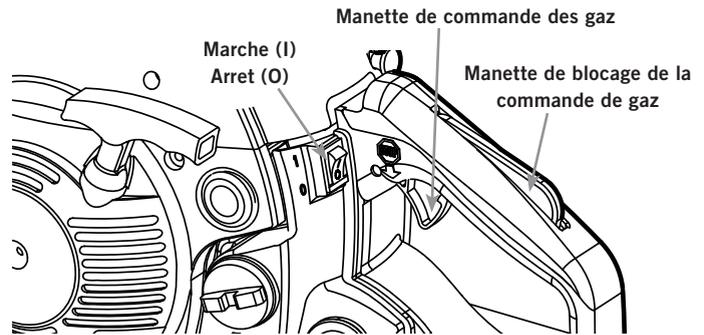

Fig. 3
5. Mettez l'interrupteur Marche/Arrêt en position Marche (Fig. 3).
8. Ne touchez pas à la manette des gaz (Fig. 3). Mettez l'appareil sur une surface plane et à niveau. Enlevez de la zone tous les objets susceptibles d'entrer en contact avec la chaîne.
NE TOUCHEZ PAS à la manette de gaz avant l'étape 14 (Fig. 3)
2. Mettez l'interrupteur Marche/Arrêt en position Arrêt (Fig. 3). Attendez que la chaîne de la scie soit complètement arrêtée.